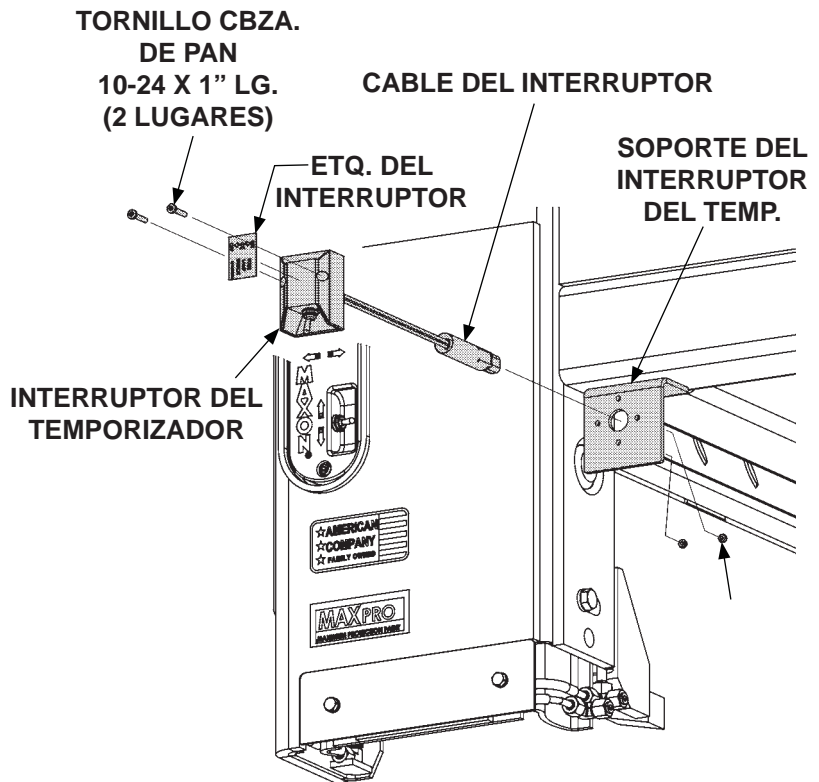

FIG. 15-2
11. Inserte el cable del interruptor del temporizador (art. incluido en kit) a través del orificio en el soporte del interruptor del temporizador (FIG. 15-2). Después, fije el interruptor del temporizador al soporte del interruptor del temporizador (FIG. 15-2). Aplique la etiqueta del interruptor (art. incluido en kit) al interruptor del temporizador (FIG. 15-2).